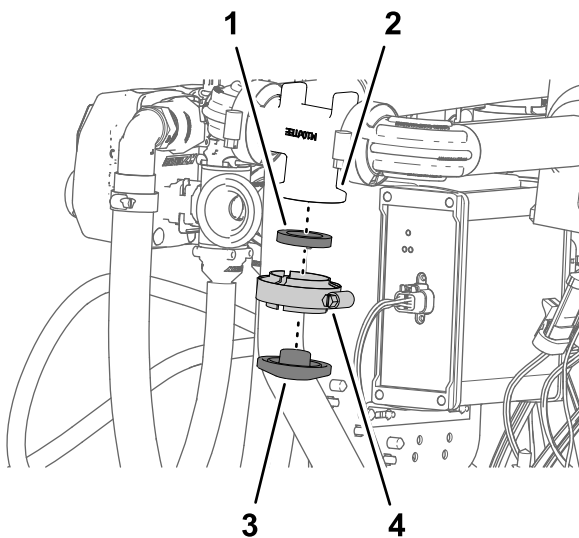

Рисунок 136
3. Установите плоскую крышку на фланец коллектора расходомера с помощью фланцевого хомута и прокладки, снятой при выполнении пункта 2, и затяните хомут от руки (Рисунок 136).